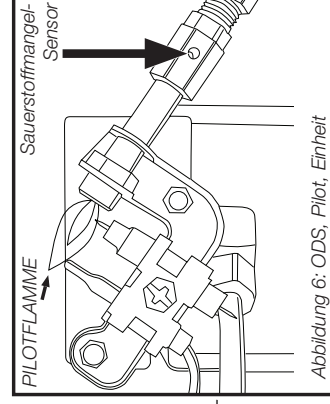

Abbildung 6: ODS, Pilot, Einheit
7. Die Hauptbrenneröffnungen (in den Öffnungshalter eingefädelt) prüfen und reinigen. Der Öffnungshalter ist mit zwei (2) Schrauben an der Brennereinheit-Venturirohre angebracht. Den Piloten (an einer Halterung befestigt) prüfen und mit einem Staubsauger oder Pressluft durch die Löcher im Piloten reinigen; durch Pfeile markiert in Abbildung 6. **WARNUNG:** Zur Reinigung des Piloten, niemals Nadeln, Drähte oder ähnliche zylindrische Objekte verwenden, um eine Beschädigung des kalibrierten Rubin, der die Gasströmung durch die Steueröffnung leitet, zu verhindern.